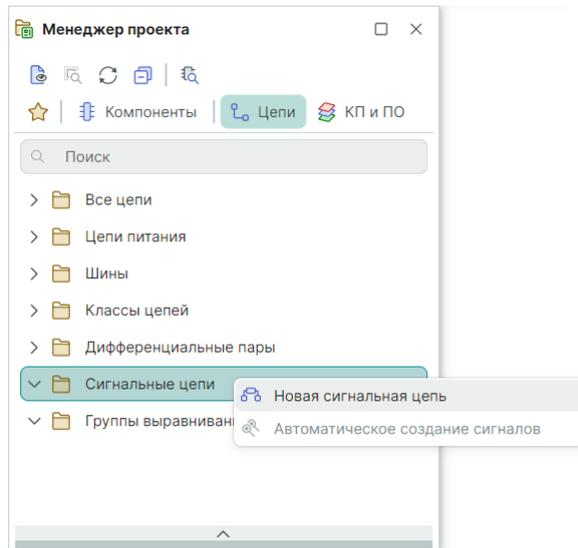

Рис. 355 Создание сигнальных цепей в панели «Менеджер проекта»
1. В панели «Менеджер проекта» → «Цепи» → «Сигнальные цепи» из контекстного меню выберите пункт «Новая сигнальная цепь», см. Рис. 355.